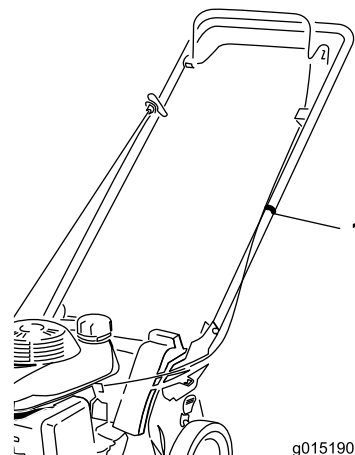

Figura 7
5. Fissate i cavi allentati alla stegola (Figura 7) con l'apposita fascetta che trovate nel sacchetto delle parti sciolte.